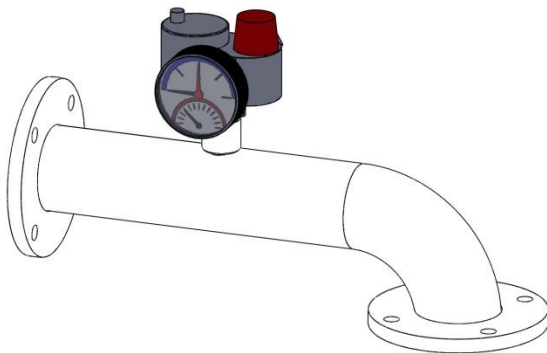

Рис. 10
- ж) Группа безопасности (Рис.10).
Идет в базовой комплектации котла FACI BLACK 645-761 Рис.10.